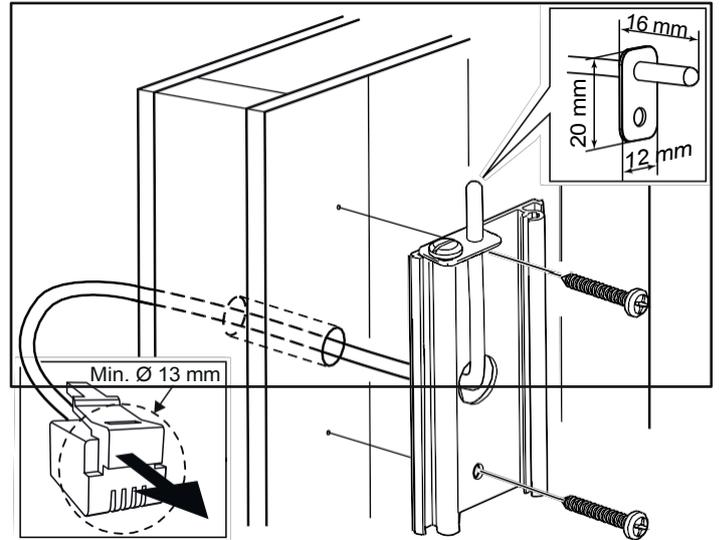

Figura 16: Cablaggio attraverso la parete.
9. Installare il sensore sulla parete, vedere la Fig. 15. Il filo del termistore può anche essere fatto passare attraverso la parete. Sigillare eventuali fori nella parete dietro il sensore, vedere Figura 16. Il filo del termistore può essere prolungato all'esterno della sauna utilizzando un filo a bassa tensione (a 2 conduttori).